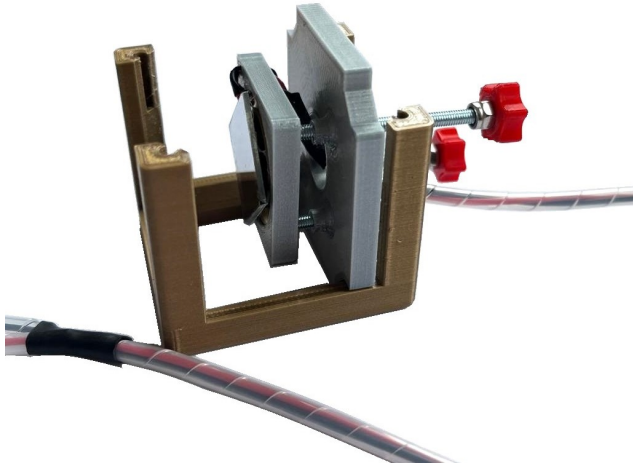

Abb. 20: Justageplatte mit Piezoelement im Würfeldeckel
- (30) Ziehen Sie das Kabel des **FERTIGEN PIEZOELEMENTS** von innen nach außen zu den Schrauben hin durch das Loch in der Justageplatte. Setzen Sie dabei die Platte mit dem Piezoelement auf die Schrauben der Justageplatte (Abbildung 20).